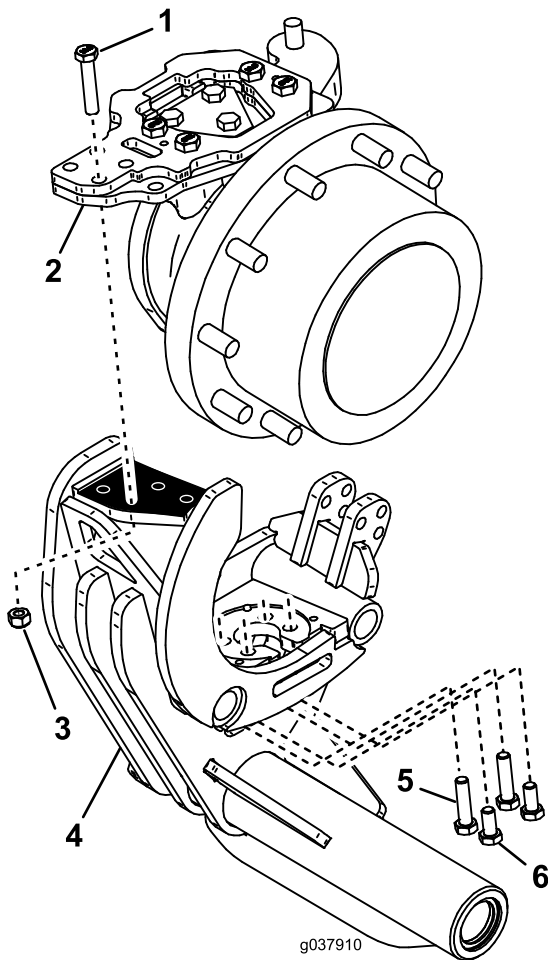

Figura 7
1. Pernos (14 x 60 mm) (4) 2. Placa de montaje superior
2. Instale sin apretar el soporte de montaje del bastidor en el cubo con un perno (14 x 70 mm) y una tuerca (14 mm) a través del bastidor de montaje superior, y 2 pernos (14 x 55 mm) y 2 pernos (14 x 30 mm) por encima del pivote inferior, como se muestra en Figura 7.
Nota: Retire la pintura de la superficie superior del soporte de montaje del bastidor si es necesario (observe el área negra de la superficie superior del soporte, como se muestra en Figura 7).